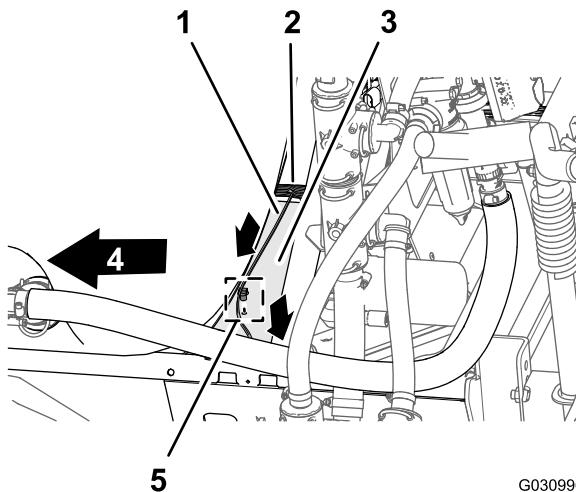

Figura 113
1. Disponete la diramazione da 74 cm (29 poll.) del cablaggio preassemblato per il solenoide della pompa di irrorazione sopra la parte superiore del profilato del telaio dell'irroratrice e verso il basso verso il solenoide della pompa dell'irroratrice (Figura 113).
2. Inserite il dispositivo di fissaggio a spinta della diramazione da 74 cm (29 poll.) del cablaggio preassemblato nel foro del profilato del telaio dell'irroratrice (Figura 113).